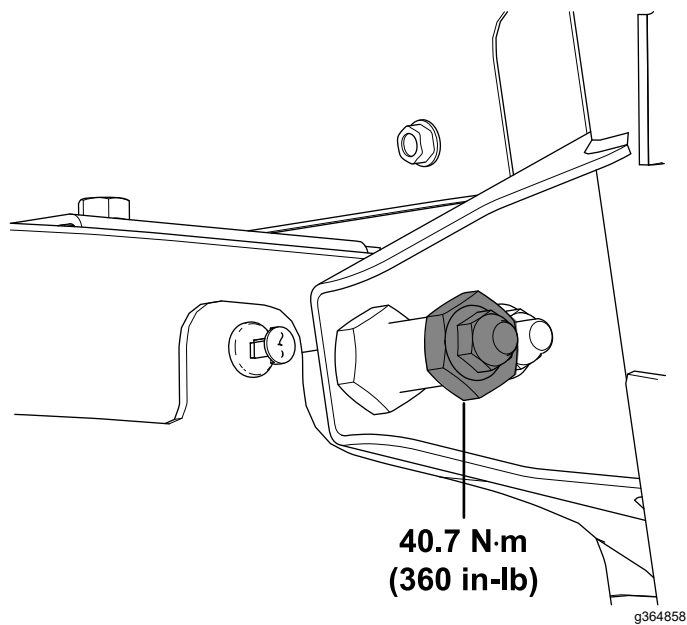

Figure 58
31. Serrez le contre-écrou ($\frac{3}{8}$ ") à 40,7 N·m, comme montré à la Figure 58.